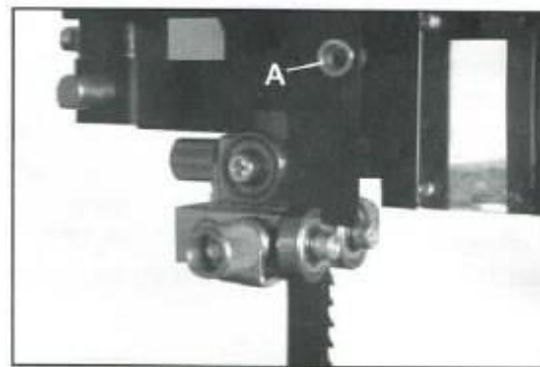

Рис. 22
- Ослабить натяжение пильного полотна, переместив рычаг быстрого ослабления (рис. 21, А) справа налево. Открыть дверцу ограждения пильного полотна, ослабив винт (рис. 22, А).
i) Закрыть дверцу ограждения пыльного полотна и затянуть винт (рис. 22, А).